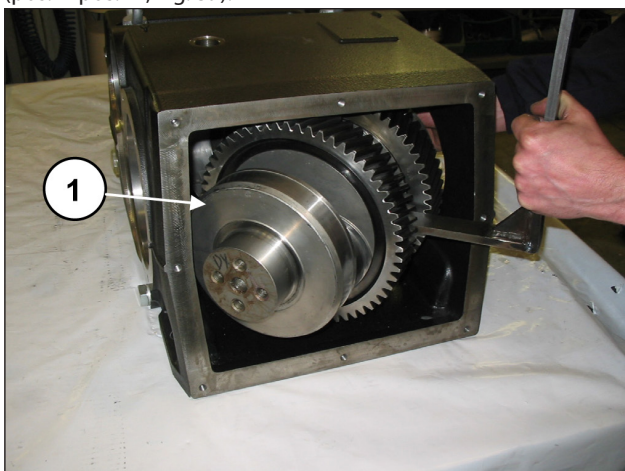

Fig. 39
Extraer el eje acodado por la parte posterior del cárter (pos. ① pos. ①, Fig. 39).